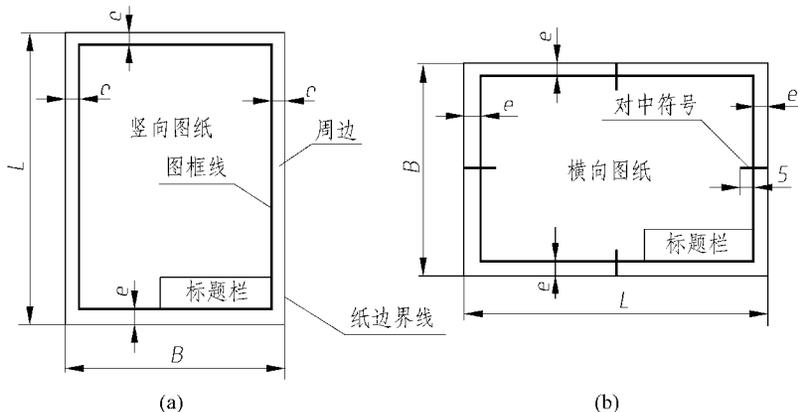

图 1.3.3 不留装订边的图纸格式
(2) 不留装订边的图纸,其图框格式如图 1.3.3 所示,尺寸按表 1.3.1 的规定。